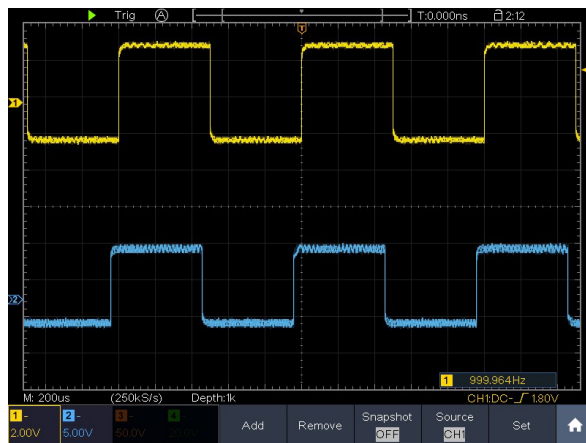

Рисунок 9-2 Формы сигналов при измерении усилителя
- Считывание пиковых и пиковых напряжений канала 1 и канала 2 в левом нижнем углу экрана (см. рисунок 9-2).